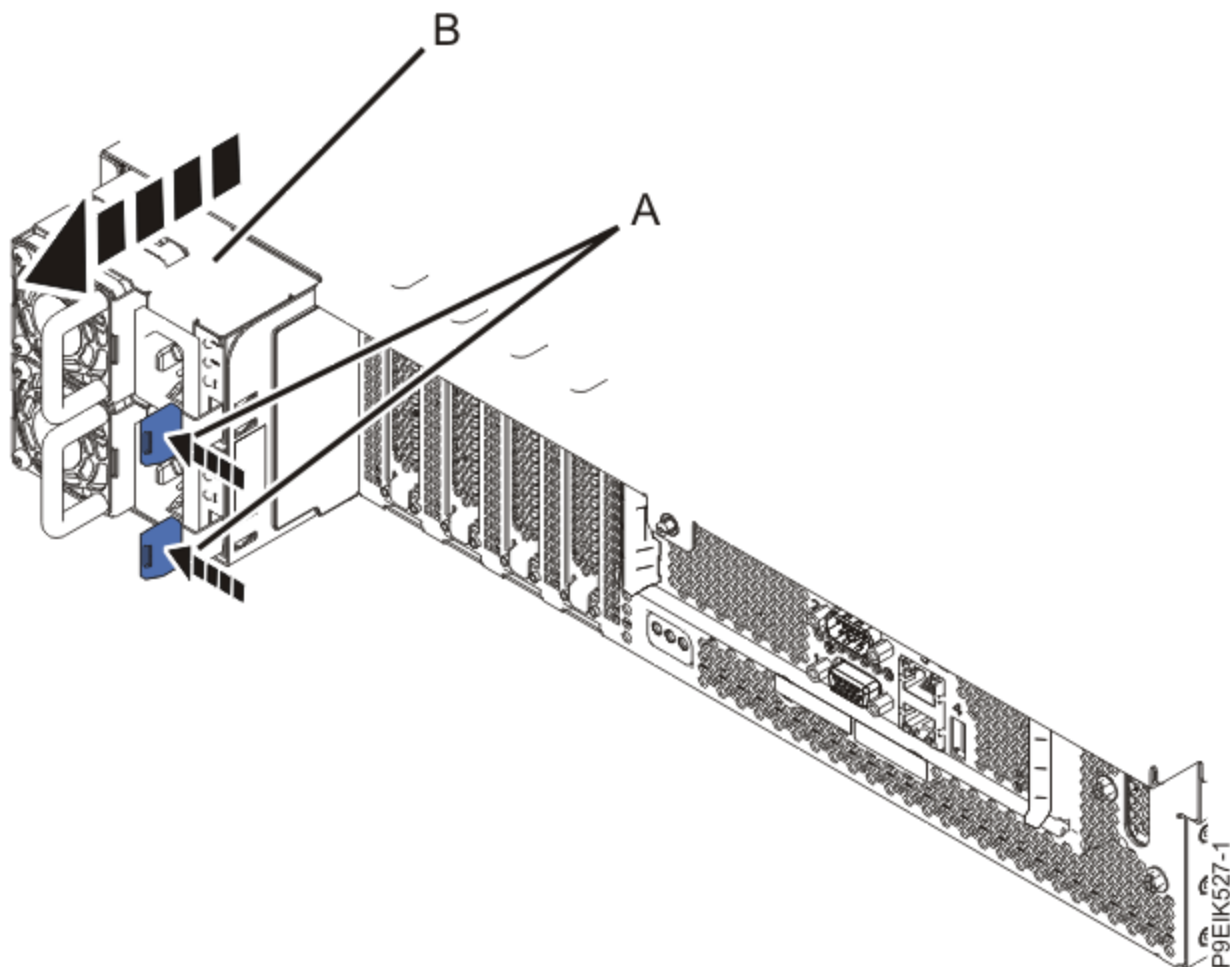

図 33. システムからの電源装置の取り外し
3. システムから電源装置を取り外します (50 ページの図 33 を参照)。